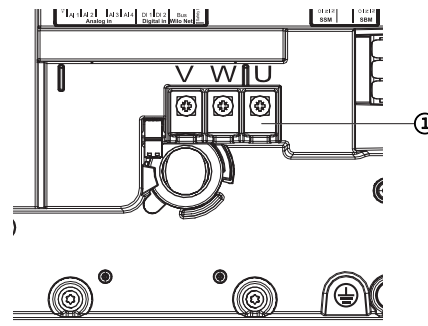

Fig. 115: Bornes de raccordement du moteur V, W, U
5. Desserrer le câble de raccordement du moteur (Fig. 115).